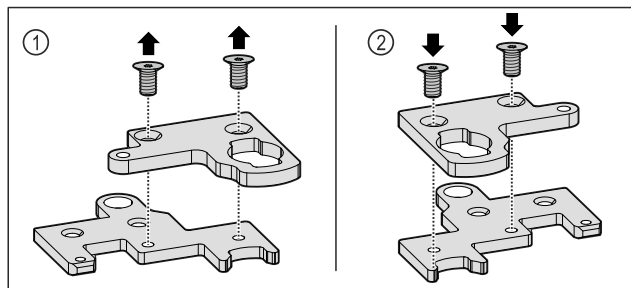

Fig. 29
- Désassembler l'angle de la charnière en deux parties. Fig. 29 (1)
- Remonter l'angle de la charnière en deux parties en le faisant pivoter de 180°. Fig. 29 (2)